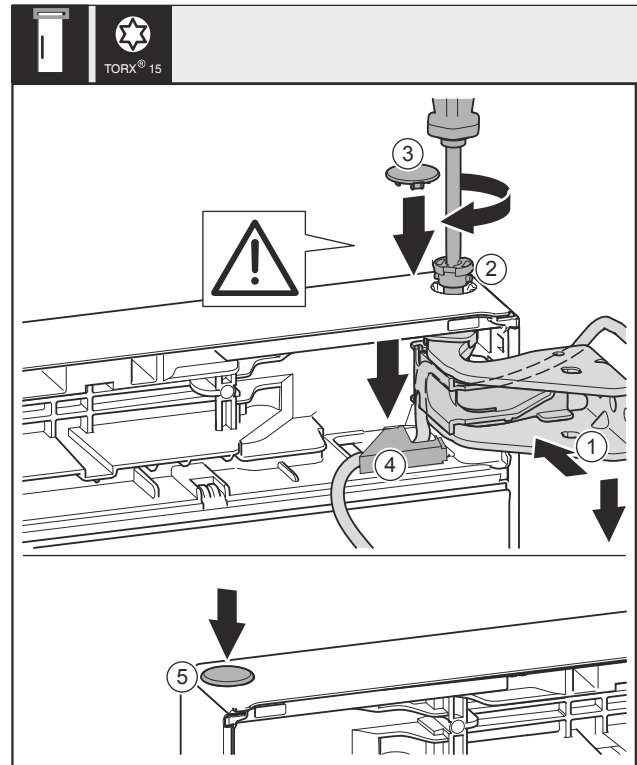

Fig. 38
- Aligner la porte en haut sur l'ouverture du support de palier Fig. 38 (1).
- Insérer l'axe Fig. 38 (2) et le serrer avec un tournevis.
- Monter le cache de fixation pour sécuriser la porte : mettre le cache de fixation Fig. 38 (3) en place et vérifier qu'il repose bien sur la porte. Sinon, insérer complètement l'axe.
- Mettre le cache Fig. 38 (4) en place et le pousser vers le bas jusqu'à ce qu'il s'enclenche.
- Mettre le cache Fig. 38 (5) en place.